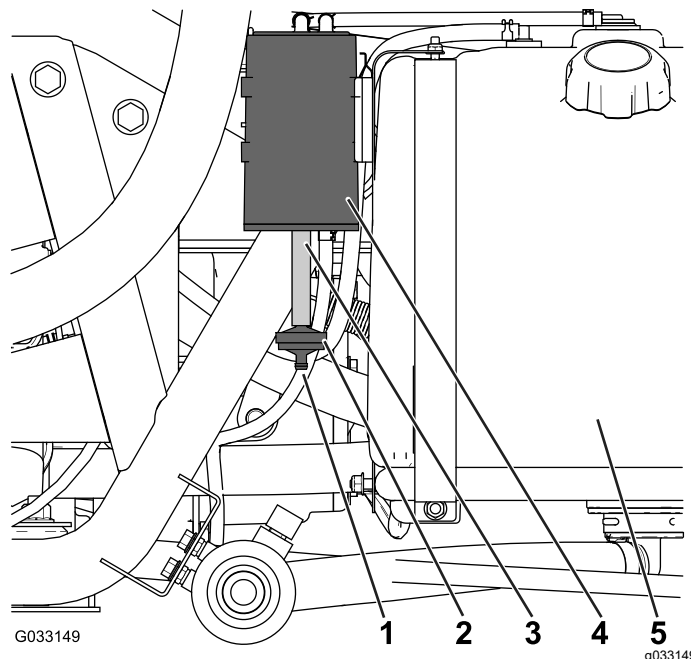

Figure 42
Vérifiez par l'ouverture au bas du filtre à air de la cartouche de charbon actif qu'il est propre et exempte de débris et d'obstructions (Figure 42).
1. Retirez le raccord cannelé du filtre à charbon actif au bout du flexible situé au bas de la cartouche, et déposez le filtre (Figure 42).